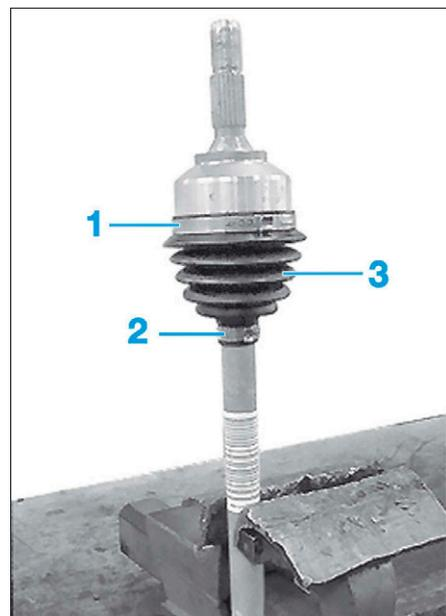

FIG. 12
- les colliers de serrage (1) et (2) (Fig.12),
- le soufflet de transmission (3).